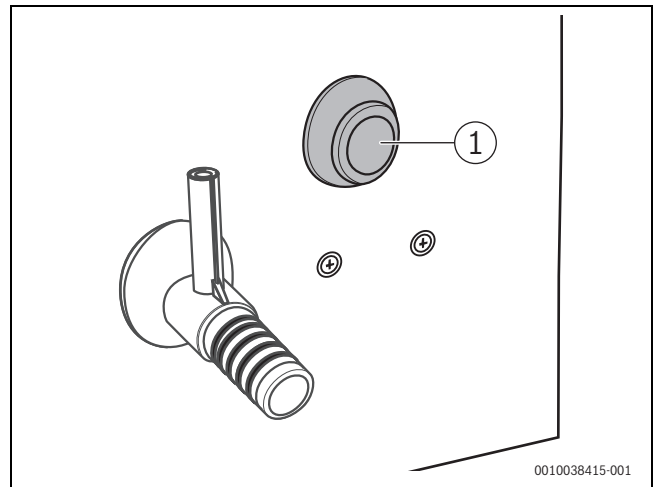

Bild 14 Durchführungstülle montiert
- ▶ Mitgelieferte Durchführungstülle (im Zubehör-Set) korrekt in Kesselrückwand montieren (→Bild 14).
- ▶ Brenner über die Befestigungsmuttern auf den Brennerflansch aufsetzen und im Uhrzeigersinn drehen (→Bild 14).